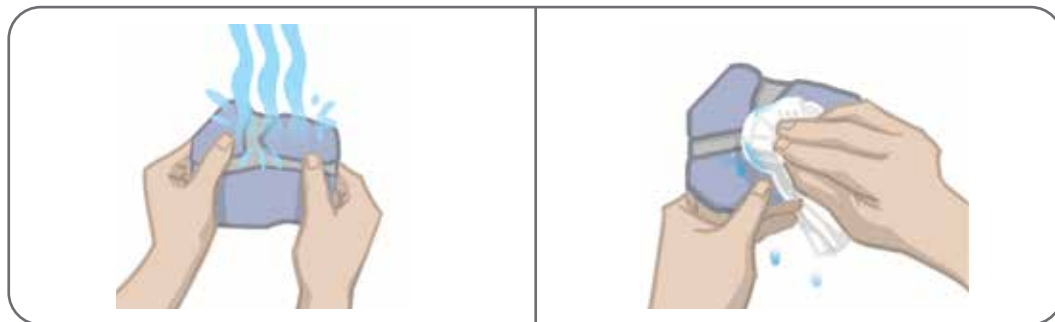

Bild 6-7: Väta elektroden och ta bort överflödigt vatten
3. Vät hela styreelektroden med vatten. Se bild 6-7.
4. Avlägsna överflödigt vatten från styreelektroden med en duk. Se bild 6-7.